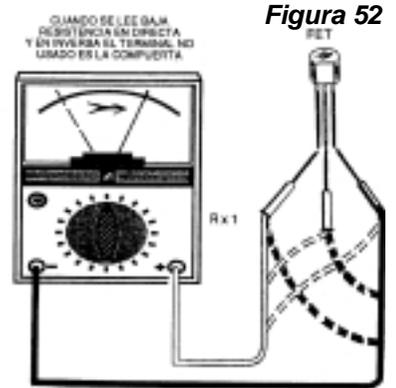

Figura 52
(G). Los otros 2 terminales corresponden a drenaje (D) y fuente (S). En FETs, como el MPF 102, estos terminales son intercambiables, ya que se pueden invertir sin inconvenientes en la mayoría de las aplicaciones. Si en un circuito el funcionamiento no fuese el esperado, basta con efectuar la inversión de los terminales. Para efectuar las pruebas mencionadas puede referirse a la figura 52.